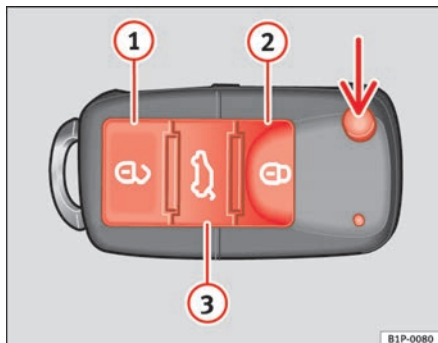

Abb. 63 Tastenbelegung
Mit der Taste  $\Rightarrow$  Abb. 63 (Pfeil) der Fernbedienung wird der Schlüsselbart ausgeklappt.
Fahrzeug entriegeln  $\Rightarrow$  Abb. 63 ①.
Fahrzeug verriegeln  $\Rightarrow$  Abb. 63 ②.
Heckklappe entriegeln. Drücken Sie die Taste  $\Rightarrow$  Abb. 63 ③, bis alle Blinkleuchten am Fahrzeug kurz aufleuchten. Nach Drücken der Entriegelungstaste  $\Rightarrow$  ③ können Sie die Heckklappe innerhalb von 2 Minuten öffnen. Nach Ablauf dieser Zeit wird die Heckklappe wieder verriegelt.
Zudem blinkt die Batterie-Kontrollleuchte des Schlüssels  $\Rightarrow$  Abb. 63 auf.
Bei einmaligem Drücken der Taste  $\Rightarrow$  Abb. 63 ① wird nur die Fahrertür geöffnet. Alle anderen Türen bleiben verriegelt.
Bei zweimaligem Drücken der Taste  ⇒ Seite 103, Abb. 63  werden alle Türen entriegelt.
- Betätigen Sie die Taste  ⇒ Seite 103, Abb. 63 an der Funk-Fernbedienung.